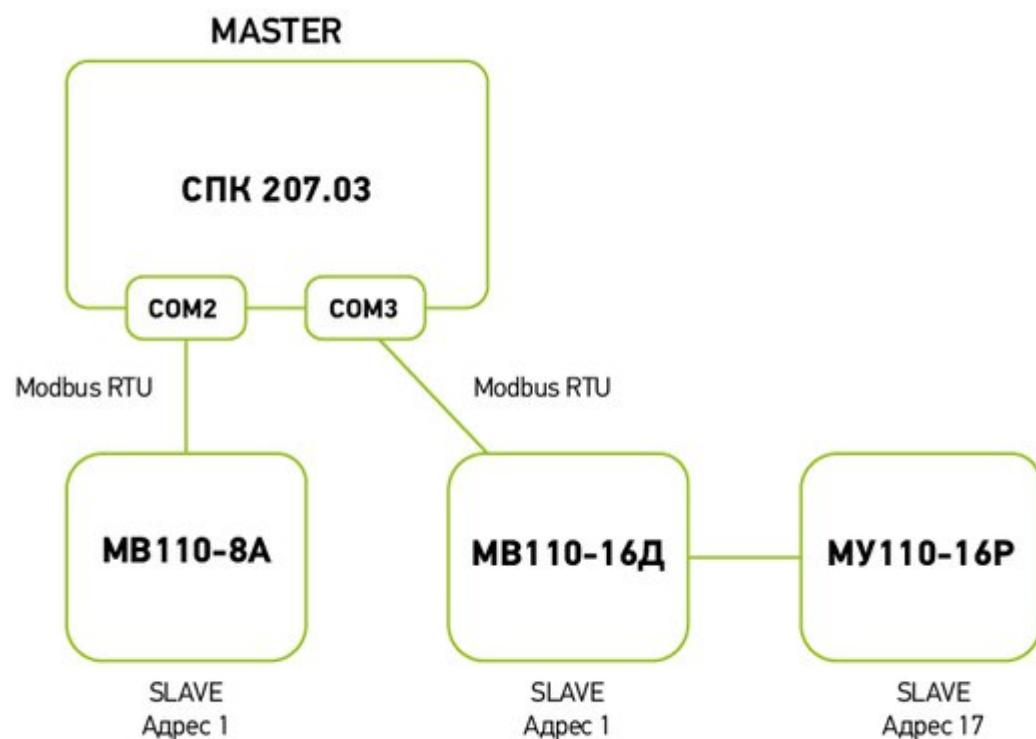

Рис. 4.38. Структурная схема примера **Стандартные средства конфигурирования (СПК+модули Mx110)**
Структурная схема примера приведена на рис. 4.38:
- Настройте модули **Mx110** с помощью программы **Конфигуратор Mx110** в соответствии с табл. 4.1. Подключите модули к СОМ-портам СПК (в соответствии с рис. 4.38).